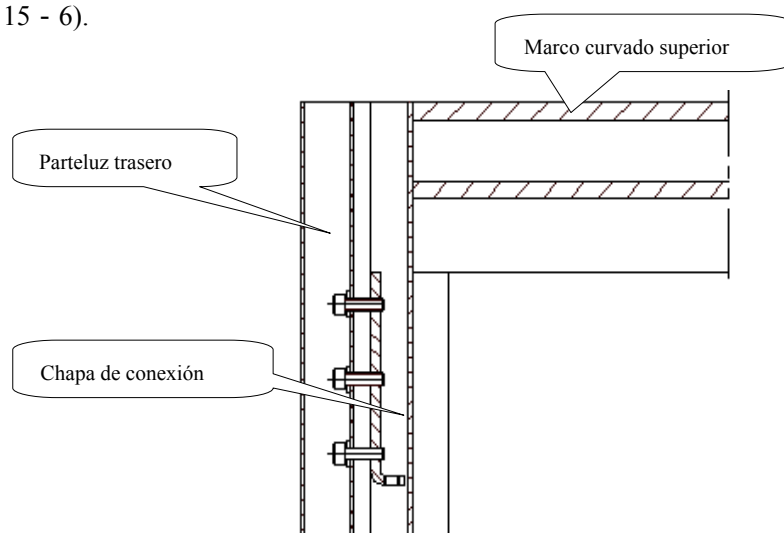

Figura 15 - 6
15.8 Instale el cepillo inferior. Para ello, doble el cepillo inferior (anchura 50 mm) del ala giratoria respecto al arco; consulte el radián del ala giratoria. Fíjelo en el marco curvado inferior con 7 tornillos con hexágono interior ST5.5×22 y 7 espaciadores de espesor (Figura 15 - 7).